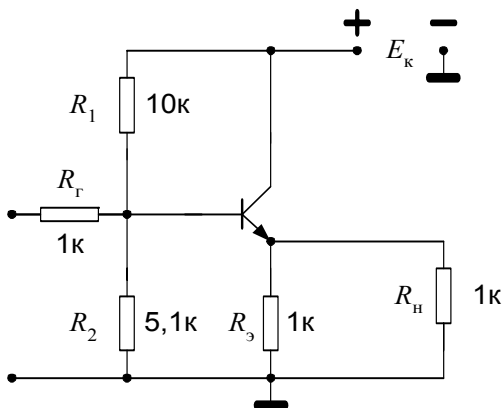

Рис. 26. Схема эмиттерного повторителя
4. Рассчитать основные параметры усилительного каскада, схема которого приведена на рис. 26.